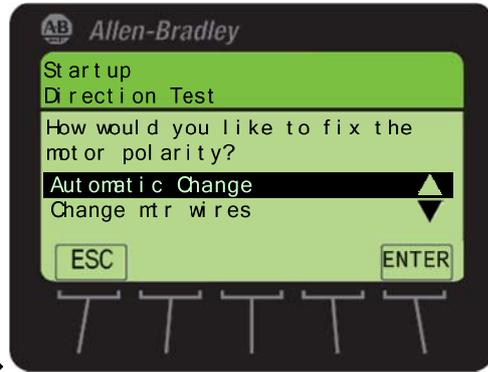

图 1-29 ‘Automatic change’（自动改变）
(3) 接下来的屏幕会询问‘How would you like to fix motor polarity?’（您想如何修改电机的极性）。选择缺省的选项‘Automatic change’（自动改变），然后按下‘ENTER’软按键确定，如图 1-29 所示。